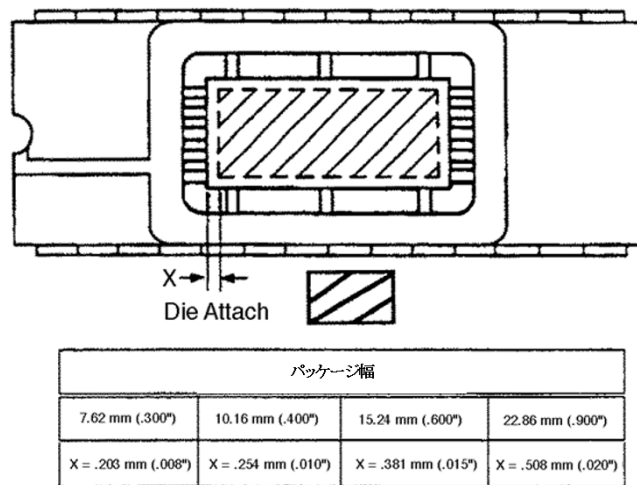

図 2
3.1.4 ダイ取付け面 (die attach surface) — 図 2 参照。